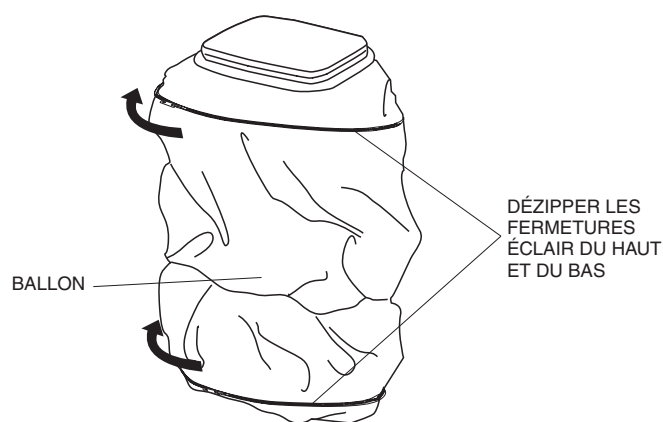

Figure 31. Dézipper le ballon
7. Pousser le ballon vers le bas et zipper la fermeture éclair inférieure pour couvrir la lampe. Voir Figure 31.
1. Dézipper la fermeture éclair au haut et au bas du ballon. Voir Figure 31.